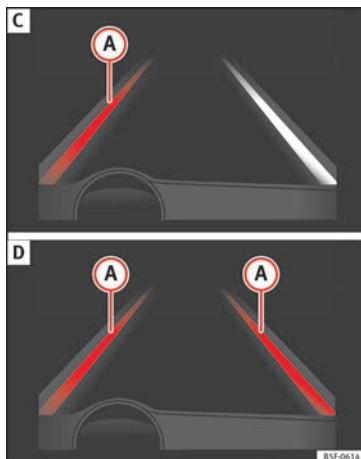

Fig. 204 Sul display del quadro strumenti: indicazione sul display del dispositivo di assistenza per il mantenimento della corsia (esempio 2).
- Il dispositivo è operativo, la linea evidenziata **A** indica il rischio di oltrepassare involontariamente la linea di demarcazione della corsia e sta agendo sullo sterzo per correggere la traiettoria » **fig. 204 C**.
- Le due linee evidenziate **A** si accendono contemporaneamente quando entrambe le linee di demarcazione della corsia sono state rilevate e la funzione di guida adattativa nella corsia è attiva » **fig. 204 D**.